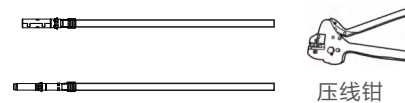

图3.15 将金属端子压接到线缆上
3. 使用专用压线钳将金属端子压接到线缆上。（参见图3.15）